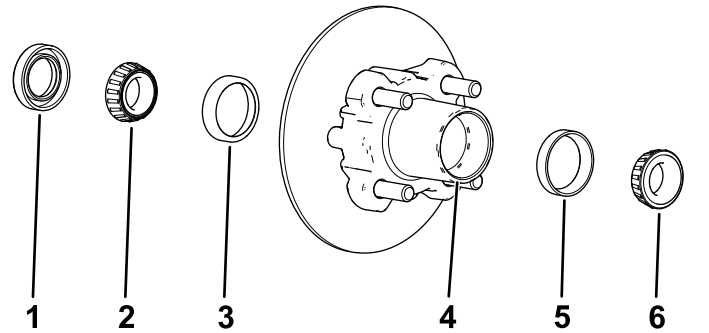

Figura 37
1. Retire el cojinete exterior y el anillo de rodadura del cubo (Figura 37).
2. Retire la junta y el cojinete interior del cubo (Figura 37).
5. Limpie el hueco del cubo para eliminar cualquier resto de grasa, suciedad y residuos (Figura 37).
7. Llène el hueco del cubo hasta un 50 – 80% de su capacidad con grasa del tipo especificado (Figura 37).
8. Monte el cojinete interior sobre el anillo en el lado interior del cubo e instale la junta (Figura 37).